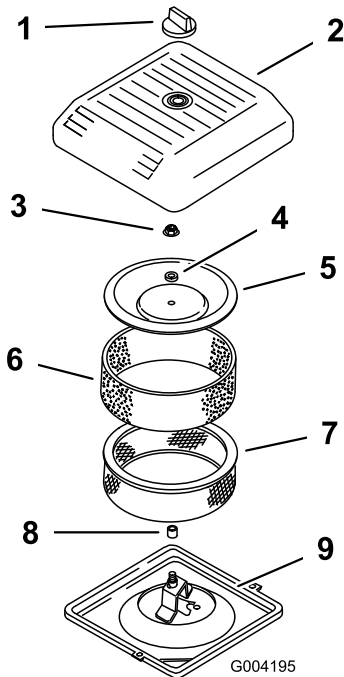

Figura 43
3. Desaperte o botão e retire a cobertura do filtro de ar (Figura 43).
4. Faça deslizar cuidadosamente o filtro prévio de esponja do elemento de papel (Figura 43).
5. Desaperte a porca da cobertura e retire a cobertura, o espaçador e o filtro de papel (Figura 43).
2. Coloque a estrutura do filtro do ar na base do filtro do ar (Figura 43).
3. Coloque a cobertura, o espaçador e aperte com a porca da cobertura (Figura 43). Aperte as porcas com 11 N m.
4. Coloque a cobertura do filtro de ar e fixe-a com o botão (Figura 43).